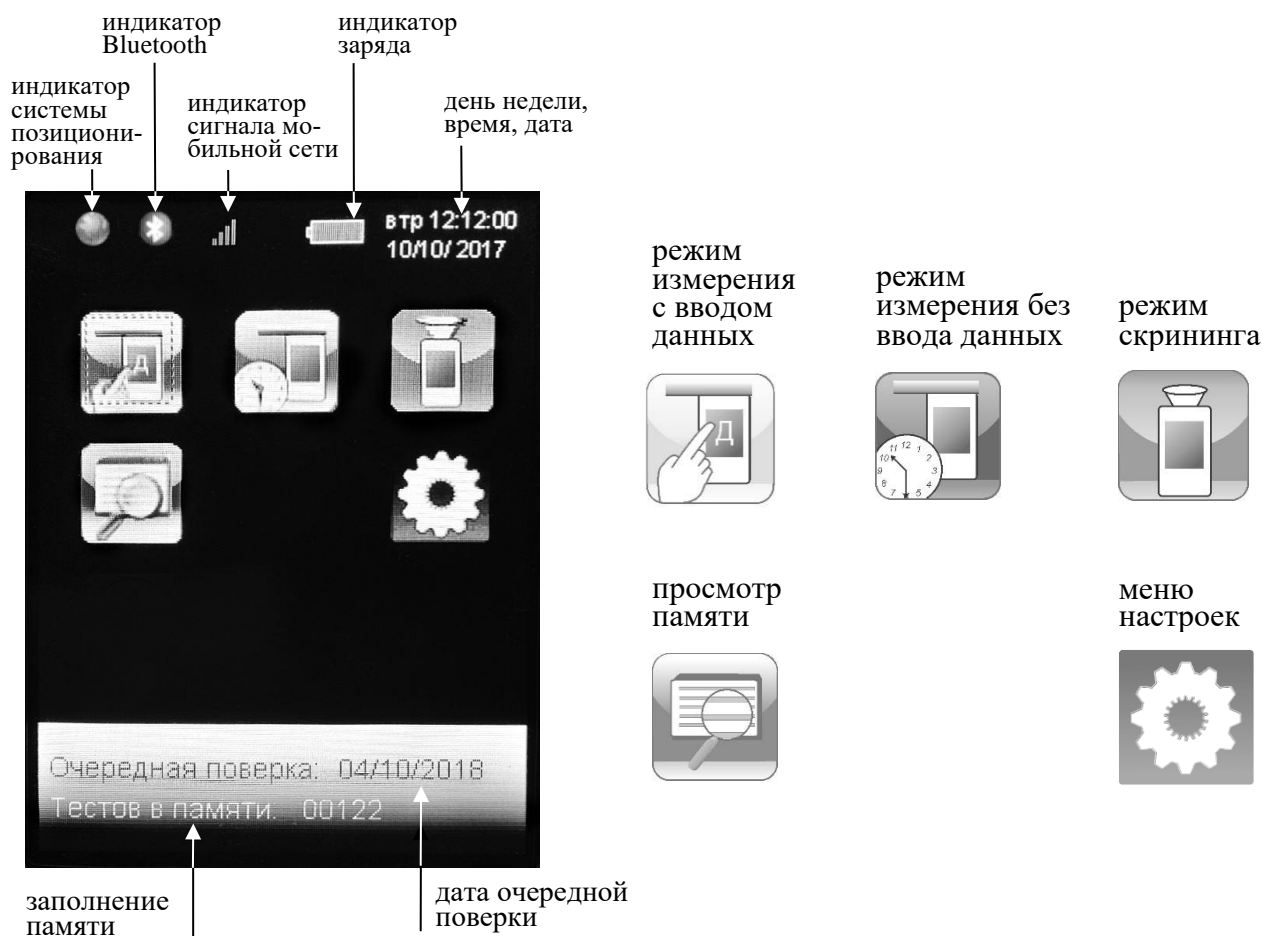

Рисунок 6 – Главное меню анализатора
Включение анализатора производится нажатием на кнопку включения/выключения, удерживая ее до звукового сигнала (1-2 секунды). При этом на экране появляется заставка с сокращенным обозначением анализатора и номером версии программного обеспечения, проводится автотестирование, после чего на экране появляется главное меню анализатора (рис. 6).
анализатора и номером версии программного обеспечения на сенсорном экране появляется главное меню из 5 пунктов-иконок и индикаторов, информирующих об уровне заряда аккумуляторного блока, текущем времени и дате, а также об установлении координат текущего местоположения приемником системы позиционирования, соединения Bluetooth и уровне сигнала мобильной сети (рисунок 6).
2.5.2 Для входа в меню настроек в главном меню анализатора (рисунок 6) выберите соответствующую пункт-иконку , касаясь ее стилусом. На сенсорном экране появится окно «УСТАНОВКИ» – меню из 8-ми пунктов (рисунок 7).